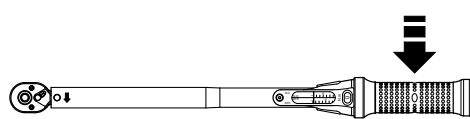

Fig 4
- Apply the load slowly, constantly and clockwise on the center of handle (figure 4), until reaching the adjusted torque.
- Aplicar uma força lenta, constante e de sentido horário ao centro da empuñadura (Fig. 4), até atingir o torque ajustado.
- Aplicar una fuerza lenta, constante en sentido horario o antihorario en el centro de la empuñadura (Fig. 4) hasta llegar al torque deseado.
- Apply the load slowly, constantly and clockwise on the center of handle (Fig. 4), until reaching the adjusted torque.
- Aplicar una fuerza lenta en el centro de la empuñadura de forma constante y en sentido horario (Fig. 4) hasta llegar al torque establecido.